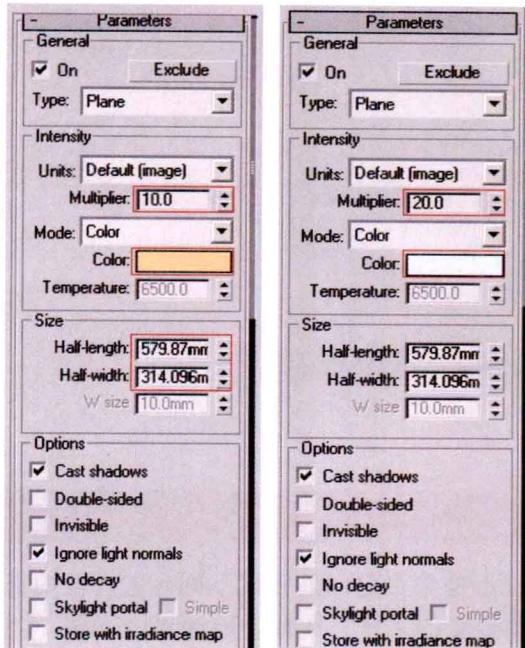

图1.2 灯光参数设置
**STEP 01** 设置场景参数，将两侧的灯光细分都设置为20，颜色一个为冷色调，一个为暖色调，如图1.2所示。其他渲染参数，读者可以根据计算机的配置进行设置。当然如果将值设置得高些，效果也比较明显。